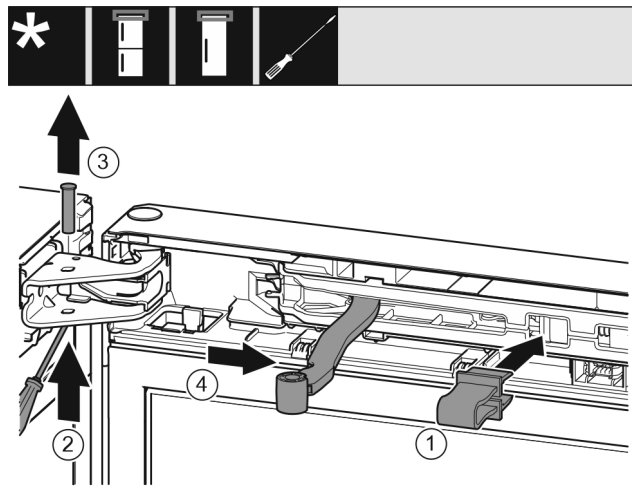

Fig. 10
- ▶ Pojistku Fig. 10 (1) nechte zapadnout do otvoru.
- ▶ Vyšroubujte čep Fig. 10 (2).
- ▶ Čep Fig. 10 (3) vyjměte nahoru.
- ▶ Otočte kloub Fig. 10 (4) směrem ke dveřím.